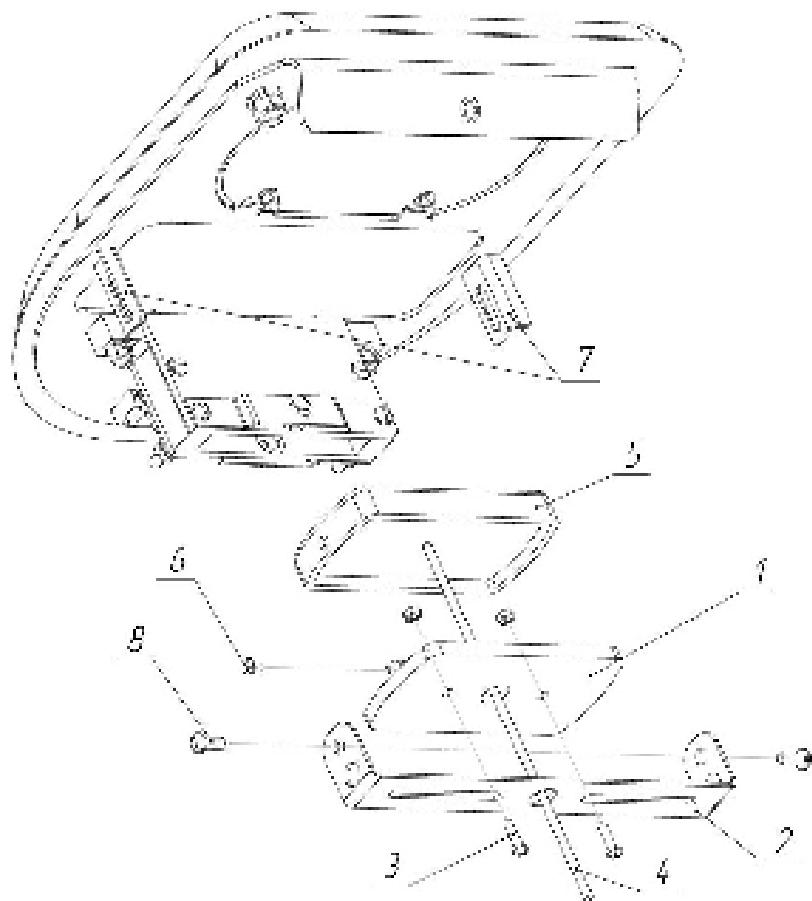

Рис. 18. Схема установки считывателя бесконтактных карт
6.5.3. Выкрутите 2 винта M4 (8, рис. 18) и снимите универсальный кронштейн для считывателей (2, рис. 18).
6.5.4. Разберите считыватель, выкрутив винт M3 (6, рис. 18), и установите его нижнюю часть (1, рис. 18) на кронштейн, используя крепеж(3,рис. 18).
6.5.5. Заведите кабель считывателя (4, рис. 18) в отверстие кронштейна, установите верхнюю часть считывателя (5, рис. 18). Закрутите винт M3 (6, рис. 18).
6.5.6. Зафиксируйте кронштейн на держателях (7, рис. 18), используя винты M4 (8, рис. 18). Рекомендуется устанавливать